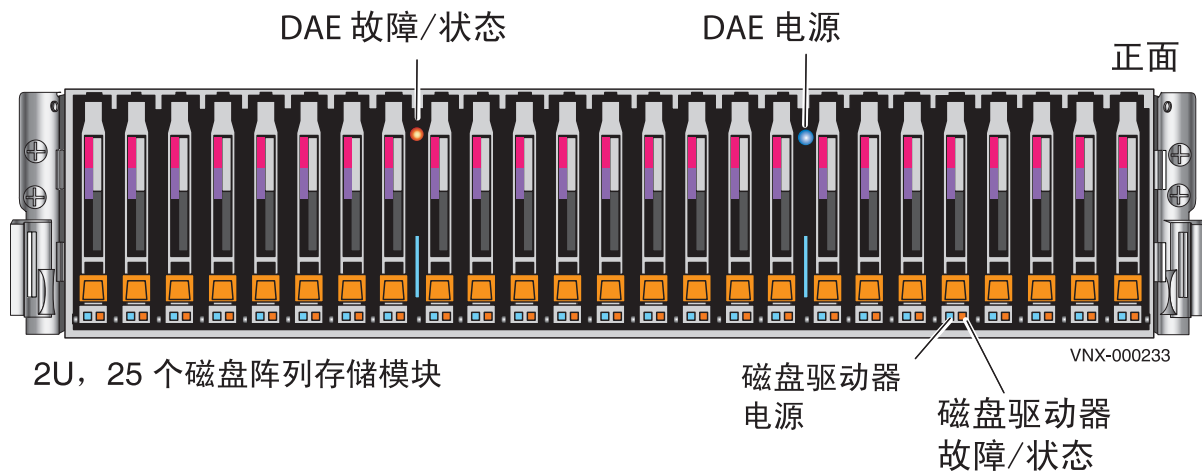

图 23 2U 25 个 2.5 英寸驱动器 DAE LED 指示灯
1. 验证位于前端的 2U DAE 电源 LED 指示灯状态是否为持续蓝色以及 DAE 故障 / 状态指示灯是否熄灭，如图 23 所示。